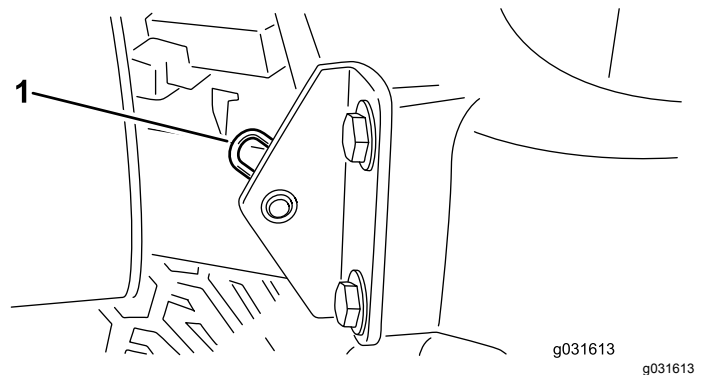

Figura 57
2. Togliete la coppiglia che fissa il perno del cofano alle staffe di montaggio (Figura 57).